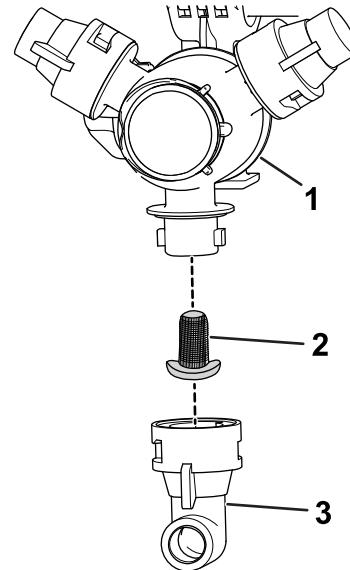

Figura 80
2. Rimuovete l'ugello dalla torretta di irruzione (Figura 80).
3. Rimuovete il filtro dell'ugello (Figura 80).
5. Montate il filtro dell'ugello (Figura 80).
6. Montate l'ugello sulla torretta di irruzione (Figura 80).